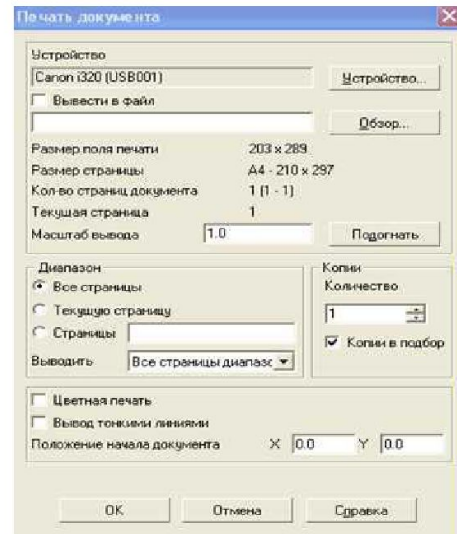

Рис. 23
1. Открыть выпадающее меню Файл и выбрать в нём Печать или щёлкнуть мышью на кнопке Печать  стандартной панели инструментов. Появится диалоговое окно Печать документа (рис. 23).